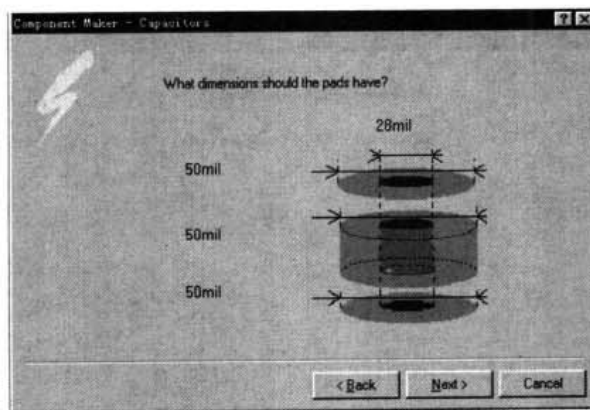

图 17-16 选择焊盘尺寸对话框
- (5) 单击 Next 按钮，进入焊盘尺寸选择对话框，如图 17-16 所示。图中所示尺寸，可以按照实际需要加以修改。